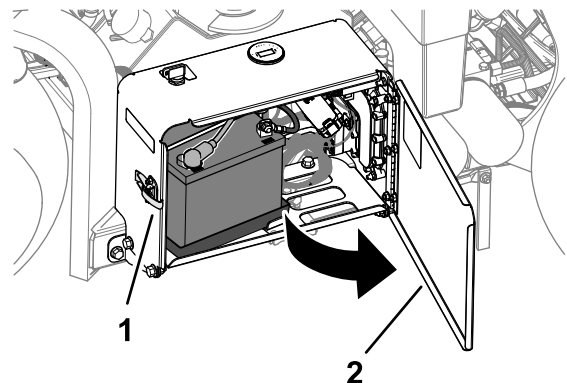

Bild 159
1. Entriegeln und öffnen Sie die Klappe des Batteriefachs (Bild 159).